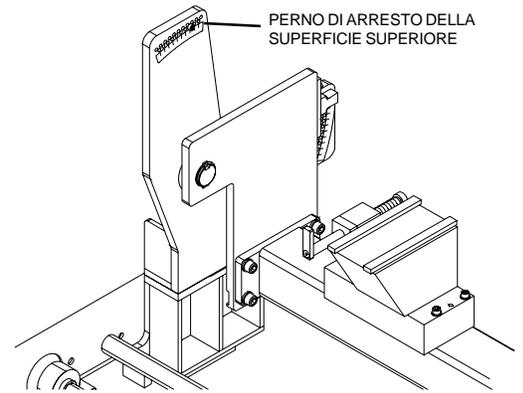

FIG. 31
**Posizionare la testa per la molatura della superficie superiore (vedere la Fig. 31)** Quando si ruota dalla molatura della superficie anteriore alla superficie superiore, la testa di molatura deve essere rigirata di due giri completi. Se non si è predefinito l'angolo della superficie superiore, farlo ora seguendo la procedura di pagina 18. Ruotare il gruppo degli utensili nella posizione della superficie superiore (verso l'alto).